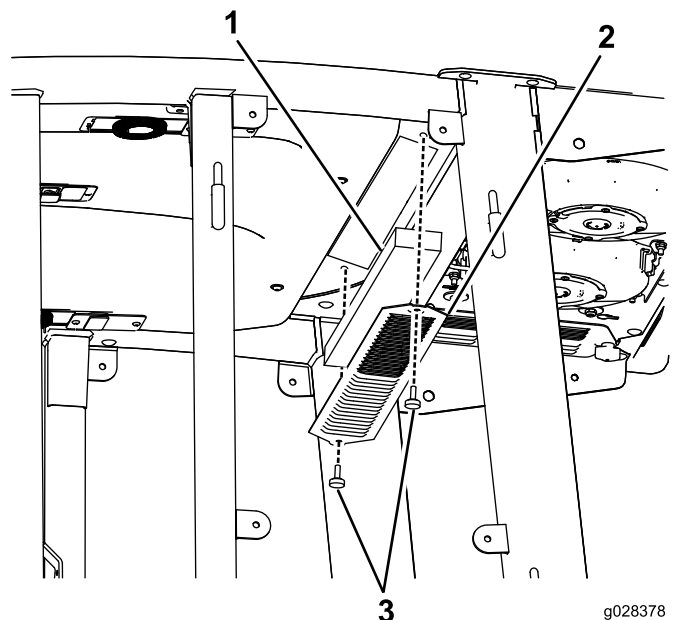
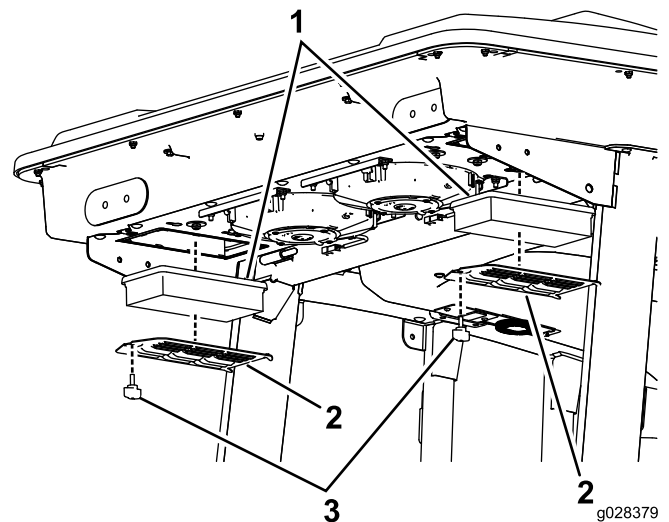
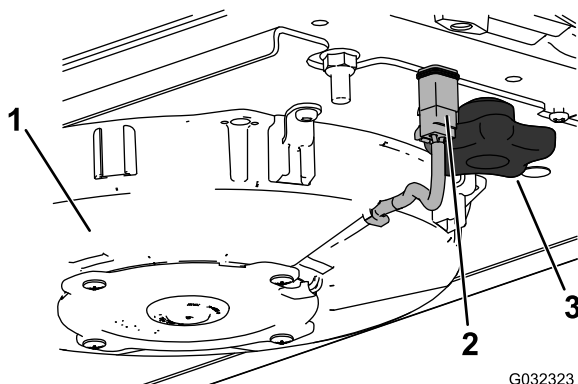
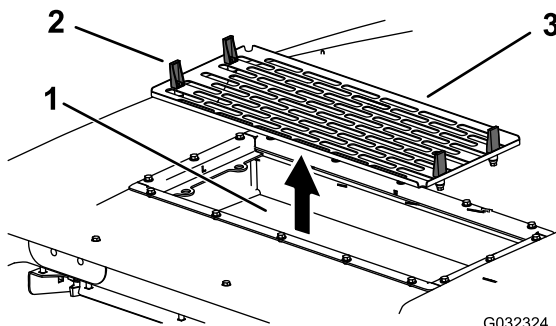

Bild 102
Bild 103
Bild 104
Bild 105
1. Nehmen Sie die Schrauben und Gitter von den internen und hinteren Kabinenluftfiltern ab (Bild 102 und Bild 103).
5. Entfernen Sie die Luftfilter (siehe Bild 103).
7. Bauen Sie Luftfilter, Gitter und Klimaanlage wieder ein (Bild 103, Bild 105 und Bild 104).
8. Schließen Sie das Kabel von jedem Ventilator wieder an (Bild 104).